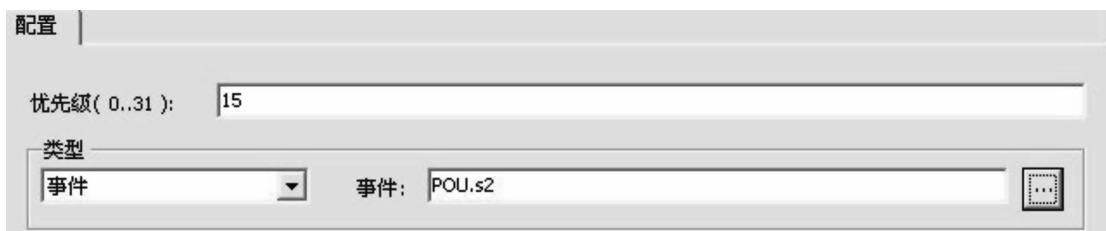

图 5-29 事件程序的定义
3) 事件：在程序中定义一个变量，当程序运行时，把这个变量的状态变化作为一个触发条件而引起的另一个程序的执行，就是一个事件。引起运行的程序就是事件程序。这个变量一般是程序内部定义的变量。如图 5-29 所示，定义了程序中的一个布尔量 s2，当 s2 为真，启动这个事件程序。